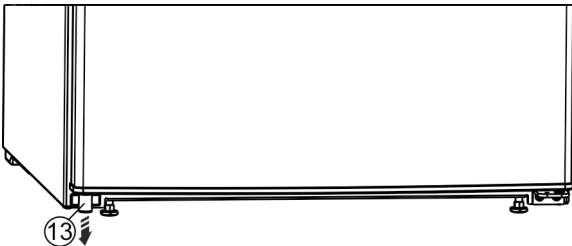

Fig. 5
- ▶ Дістаньте з дверцят розпірку Fig. 5 (13) внизу зліва.